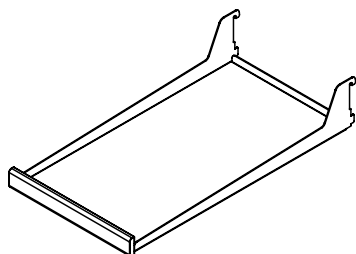

Figure 35
(1) étagère en porte-à faux, demi-largeur en verre (Voyez la Figure 35).